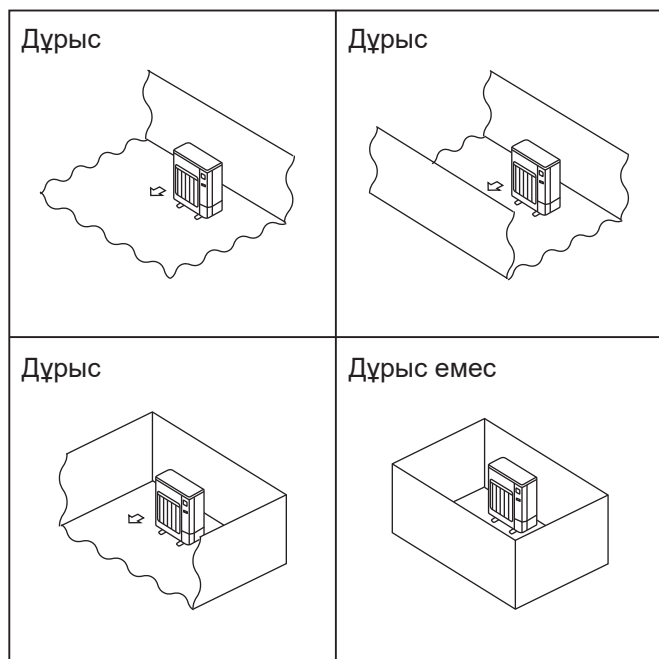

Fig. 2-2
- Сыртқы блоктарды төрт жағының кем дегенде біреуі ашық орынға және ойпаттары жоқ жеткілікті түрде үлкен кеңістікке орнатыңыз. (Fig. 2-2)